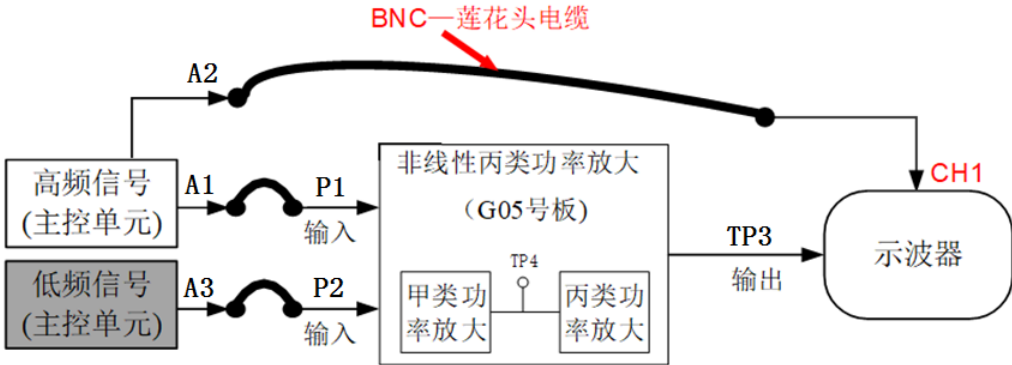

图 3.2.18 基极调幅电路连线框图
(1) G05 模块断电（主控单元可保留电源开启）状态下，按图 3.2.18 进行连线：（注：图中符号表示同轴电缆高频连接线）